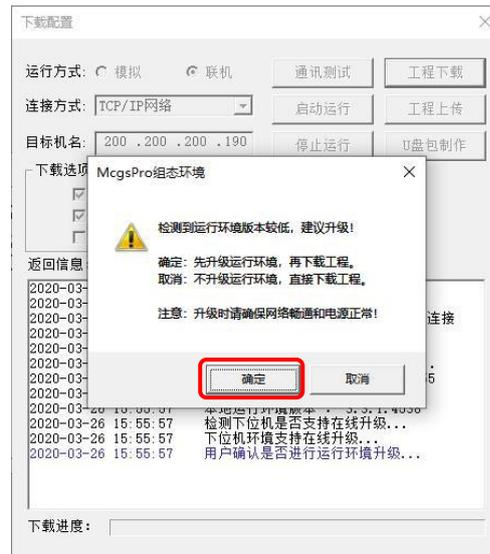

图 2.6-2 网线更新运行环境
- ① 按照章节 2.5.4中网线下载工程操作方法，用网线连接电脑与 TPC，进行工程下载；
- ② 当组态环境版本高于 TPC 运行环境版本，系统自动弹出图 2.6-2 所示的运行环境升级确认框，点击【确定】，自动将触摸屏运行环境升级后再下载工程；点击【取消】不升级运行环境，直接下载工程。